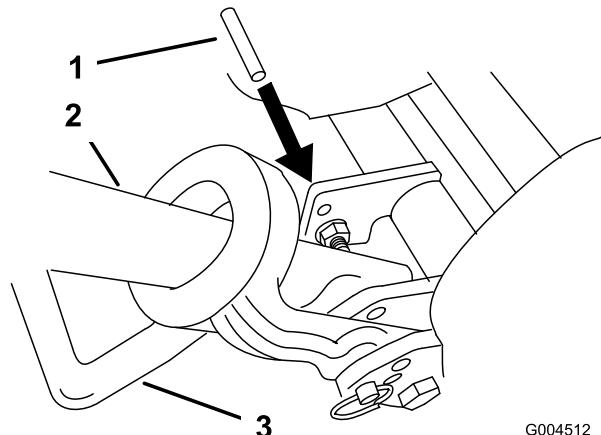

Figura 46
2. Abbassate il cavalletto e inserite un perno (o una spina) del diametro di 6,3 mm (1/4 poll.) nel foro del telaio soprastante il bullone di montaggio del cavalletto (Figura 46).